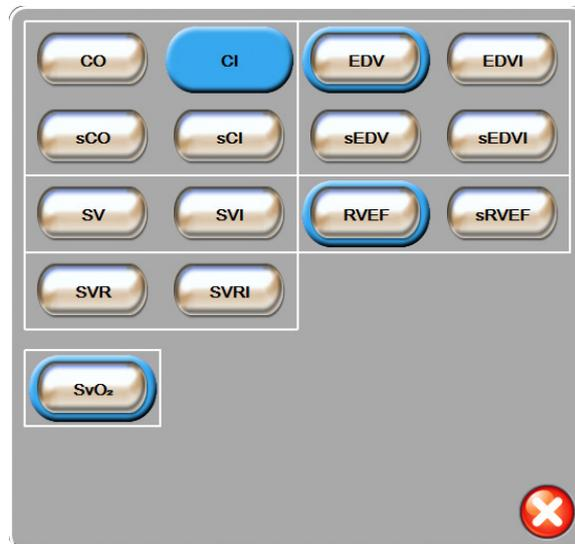

Abbildung 5-4 Beispiel für die Auswahl von Hauptparametern im Pop-up-Fenster
- 2 In einem Pop-up-Fenster ist der ausgewählte Parameter farbig hervorgehoben und sind die anderen aktuell angezeigten Parameter farbig umrahmt. Die zur Verfügung stehenden Parameter werden ohne Hervorhebung angezeigt. In Abbildung 5-4 ist das Pop-up-Fenster dargestellt, das bei der Auswahl kontinuierlicher Parameter und während der Überwachung mit dem HemoSphere Swan-Ganz-Modul angezeigt wird.